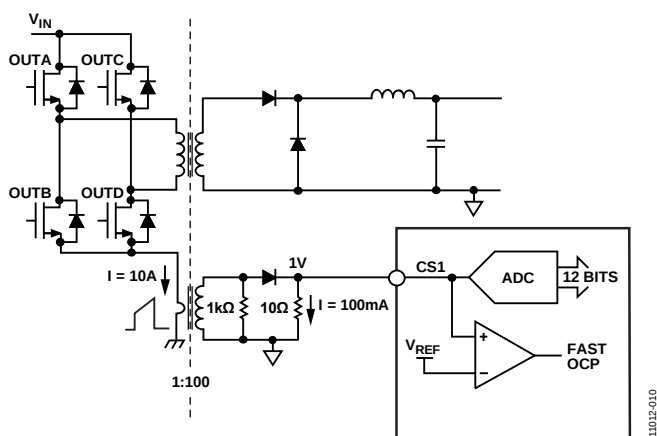

図 14. 電流検出 1 (CS1) の動作
CS1 は、通常、1 次側電流のモニタリングと保護に使用されます。この電流は一般に、電流トランス (CT) を使って検出されます。CS1 ピンの入力信号は、電流モニタ用の ADC に入力されます。ADC の電圧範囲は 0V ~1.4V です。入力信号はパルス毎の OCP 保護用のコンパレータにも入力されます。CS1 の電流検出の代表的な構成を図 14 に示します。